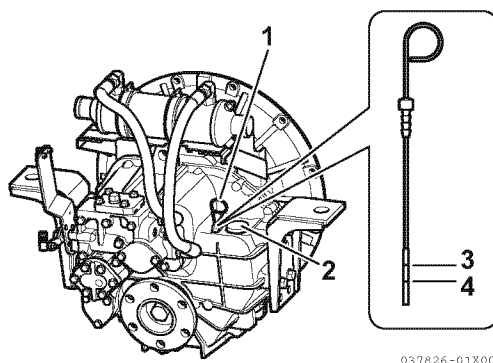

Figura 8
2. Retire el tapón de llenado (**Figura 8, (2)**) de la parte superior de la caja.
3. Retire la varilla de nivel (**Figura 8, (1)**) y límpiela con un trapo limpio.
5. Extraiga la varilla de nivel de aceite. El nivel de aceite debe encontrarse entre las líneas superior (**Figura 8, (3)**) e inferior (**Figura 8, (4)**) de la varilla de nivel.
2. Retire el tapón de llenado **(Figura 8, (2))** de la parte superior de la caja.
3. Llene con aceite hasta el límite superior de la varilla de nivel **(Figura 8, (3))**.